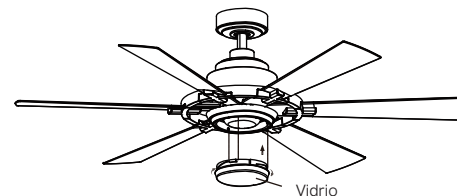

Figura 23
Paso 4. Asegure el vidrio a la carcasa del interruptor girándolo en el sentido de las agujas del reloj, gire el vidrio gradualmente hasta que encaje en la carcasa del interruptor. No apriete demasiado. (Figura 23)